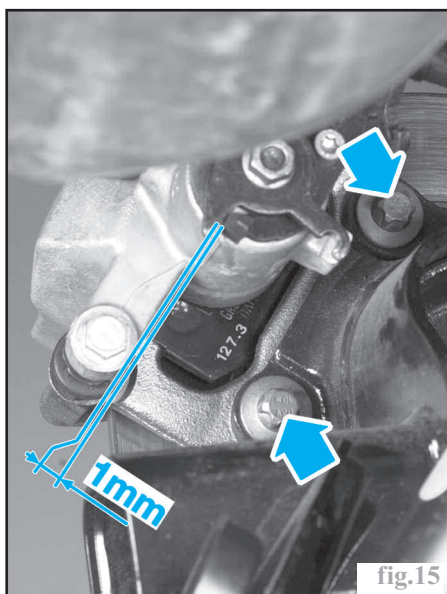

fig.15
- les vis de fixation du support d'étrier (fig.15),
- Actionner plusieurs fois le levier de frein de stationnement puis contrôler le décollement de la butée du levier de commande au niveau des étriers de frein arrière. Le jeu doit être de **1 mm** (fig.15).